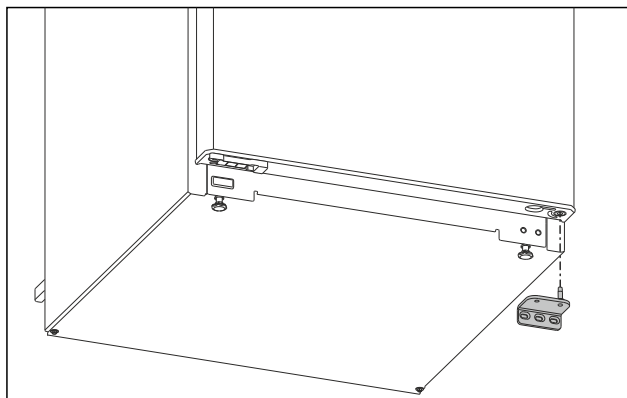

Fig. 5
- Sejměte stojan ložiska směrem dolů. (viz Fig. 5)